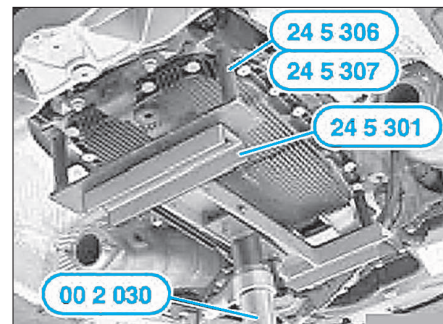

FIG. 9
- Ref. 24 5 300 : Supports de fixation pour soutenir la boîte de vitesses lors de sa dépose et de sa repose (Fig.9)
- Ref. 00 2 030 : Cric hydraulique universel (Fig.9)
- Soutenir la boîte de vitesses au moyen des outils 24 5 300 et 00 2 030 (Fig.9).